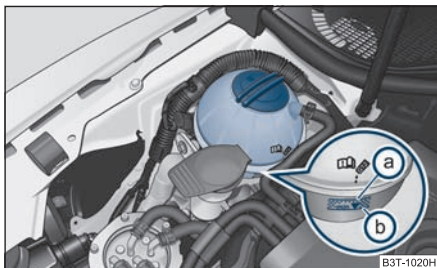

Fig. 204 Compartimentul motor: Vasul de expansiune al lichidului de răcire
- Verificați nivelul lichidului de răcire din vasul de expansiune ⇒ fig. 204. Când motorul este rece, nivelul lichidului de răcire trebuie să se afle între marcajele **(b)** (MIN) și **(a)** (MAX). Când motorul este cald, nivelul lichidului de răcire poate fi și puțin peste marcajul **(a)** (MAX).
- Puneți o lavetă pe capacul vasului de expansiune ⇒ fig. 204 și desfaceți capacul **cu grijă** spre stânga ⇒ .